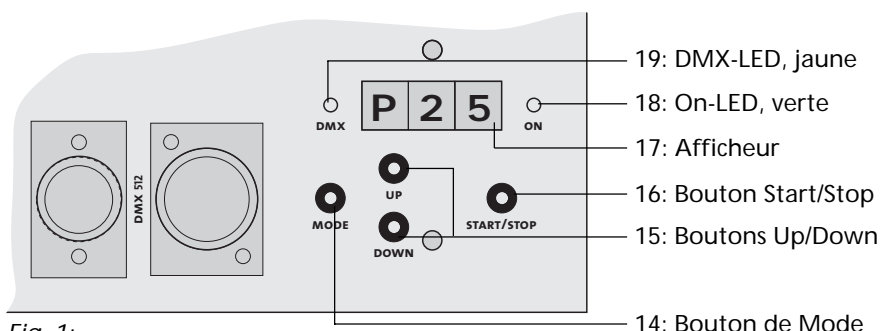

Fig. 1:
- a) Pressez la touche de mode [14] sur le panneau de commande, jusqu'à ce qu'un P (pompe) suivi de deux chiffres apparaissent sur l'afficheur [17] (cf. fig. 1).